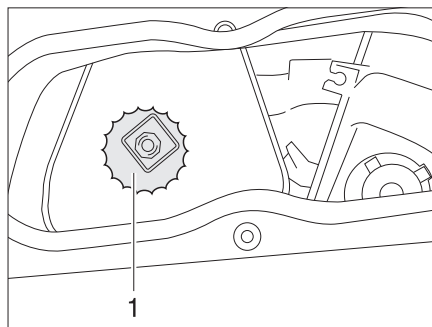

Bild 34 Deckel am Kühlwasser-Ausgleichsbehälter
- Den Deckel (Bild 34,1) vorsichtig öffnen und Druck entweichen lassen.
- Den Deckel (Bild 34,1) wieder auf den Kühlwasser-Ausgleichsbehälter schrauben.